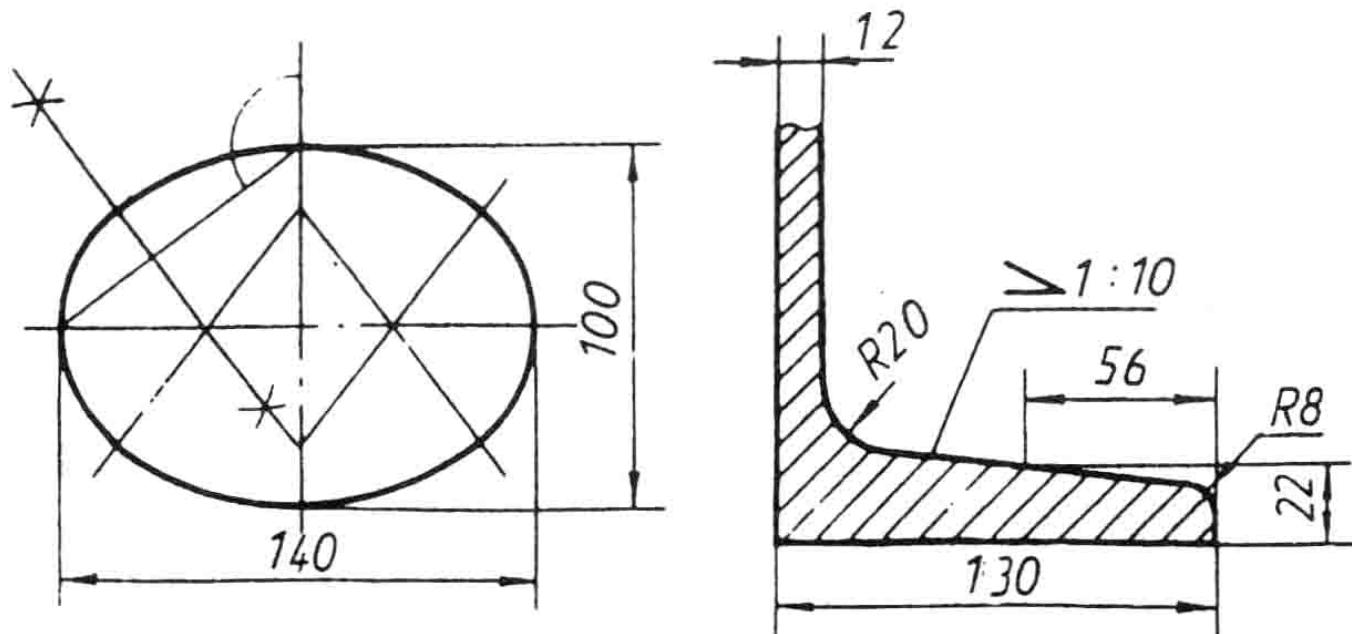
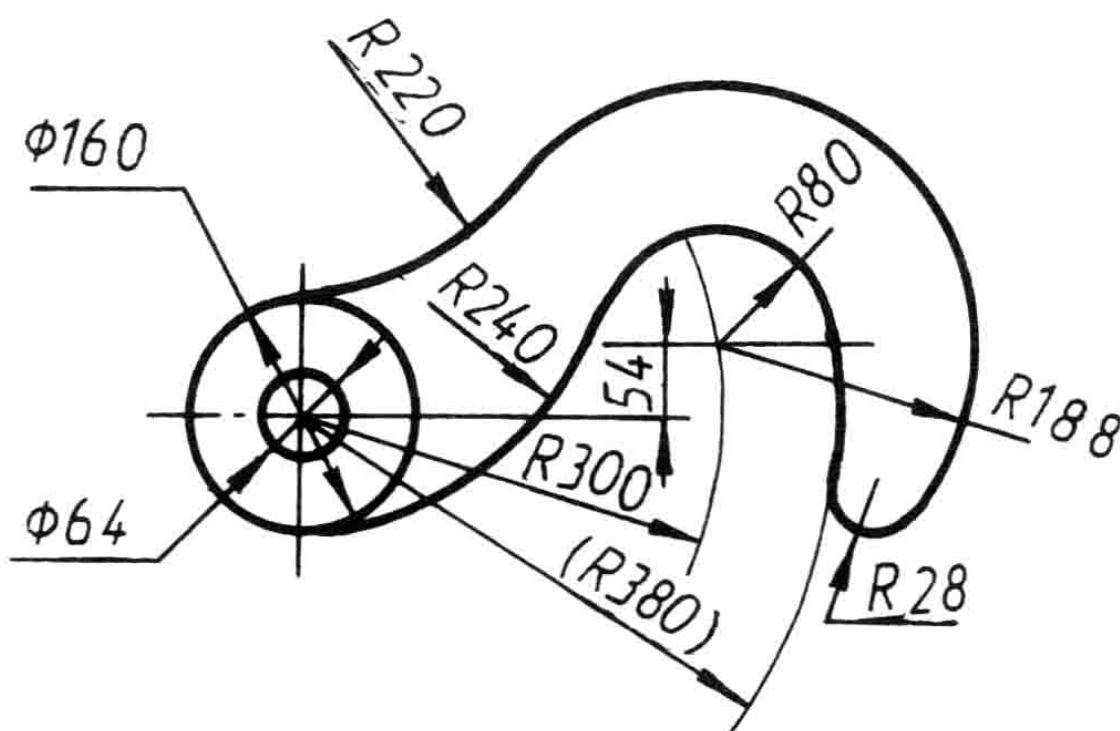

图 1
图 2
根据图 1 和图 2, 抄两张图。
(1) 根据尺寸, 按比例 1:1, 将图 1 中的 2 个平面图形画在一张 A3 图纸上, 尺寸照注。图名——几何作图(1), 图号——01.01。
(2) 根据尺寸, 按比例 1:2, 将图 2 中的平面图形画在一张 A3 图纸上, 尺寸照注。图名——几何作图(2), 图号——01.02。
(3) 其余参阅下页《有关作业的一般说明》。